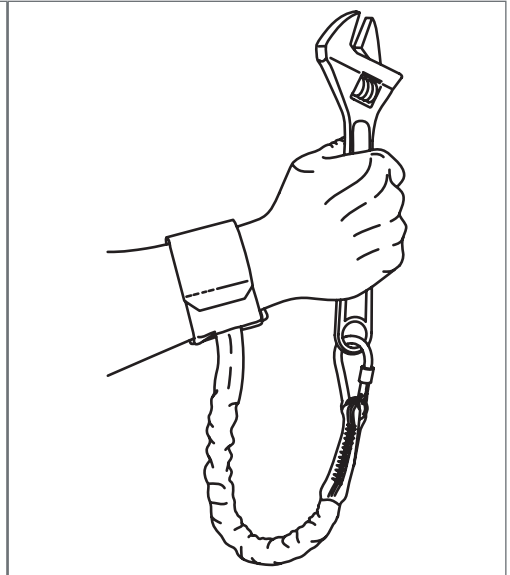

Abb. 2
2. Stecken Sie die Hand durch das Armband und sichern Sie es mit dem Klettband. (Abbildung 2)